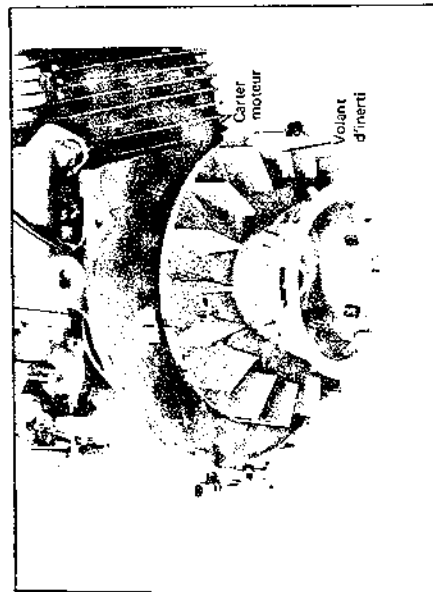

Fig. 16
- 5-2-3** Extraire le volant d'inertie en prenant bien soin de ne pas faire tourner le vilebrequin. Ensuite régler le rupteur au point de décollage des vis platinées en desserrant la vis d'immobilisation de l'enclume de rupteur et en déplaçant ce dernier vers la droite ou vers la gauche. Rebloquer la vis pour immobiliser le rupteur (Voir Fig. 16).